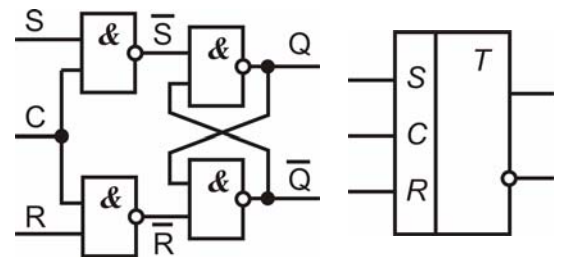

Рис. 1. Синхронный RS-триггер со статическим управлением
Синхронные RS-триггеры реагируют на сигналы только при наличии разрешающего сигнала на входе C (входе синхронизации). Они могут быть со статическим и динамическим управлением. Триггеры со статическим управлением переключаются, когда на входе синхронизации C установлен уровень (0 или 1), разрешающий работу триггера. Пример такого триггера показан на рис. 1. При C=0 он находится в режиме хранения информации, при C=1 работает как обычный асинхронный RS-триггер с прямыми входами.
2. В EWB собрать синхронный RS-триггер со статическим управлением согласно рис. 1. Измерить таблицу истинности (входом C управлять при помощи переключателя). Убедиться в том, что при C=0 триггер находится в режиме хранения и не реагирует на изменение сигналов на входах S, R; а при C=1 триггер работает как асинхронный, и сигнал на выходах изменяется сразу после изменения сигнала на входе.